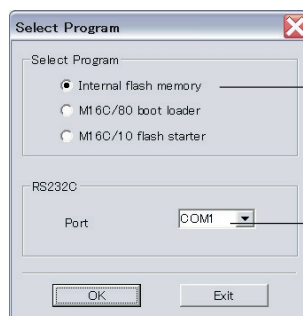

Fig. 2
4. Start up FlashSta.exe, the screen will appear as shown below. (Fig. 2)
5. Select the data to be transmitted and port. (Fig. 2)
すると下記の画面が表示されます。(Fig. 2)
5. 送信データ、ポートを選択します。(Fig. 2)